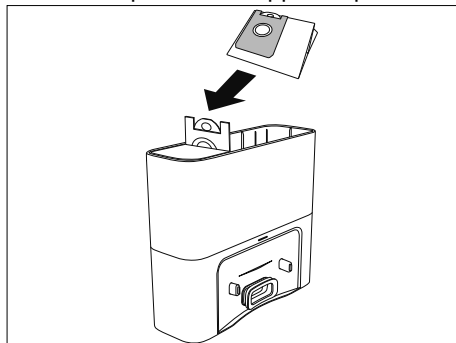

Fig. 25 – Sostituzione del sacchetto per la polvere
- ▶ Inserire un nuovo sacchetto per la polvere nel supporto dello scomparto (v. Fig. 25).